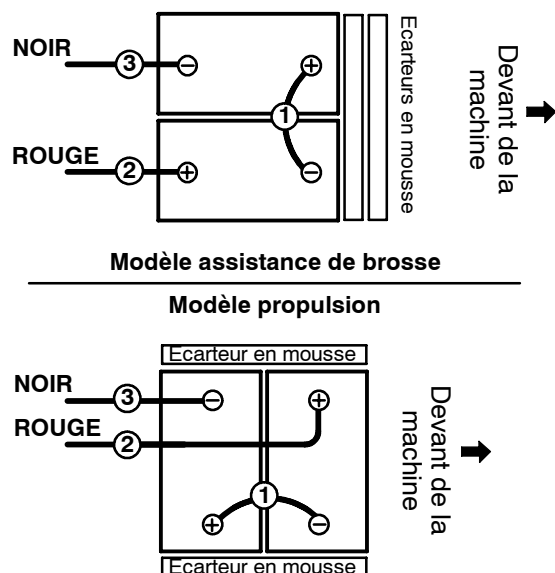

FIG. 2
- Placez avec précaution les batteries dans le chariot du compartiment de batteries et disposez les cosses des batteries comme illustré (Figure 2). Insérez les deux écarteurs en mousse près des batteries, comme illustré.